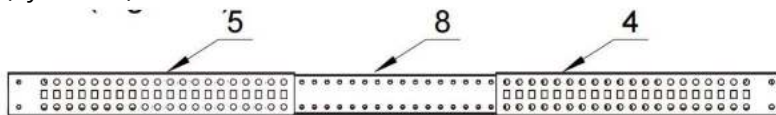

Figure 1
1. Dopasuj lewe wsporniki narożne (nr 4) i prawe wsporniki narożne (nr 4) do sekcji środkowych (nr 8), przesunij wsporniki narożne ponad sekcje środkowe. (Rysunek 1)